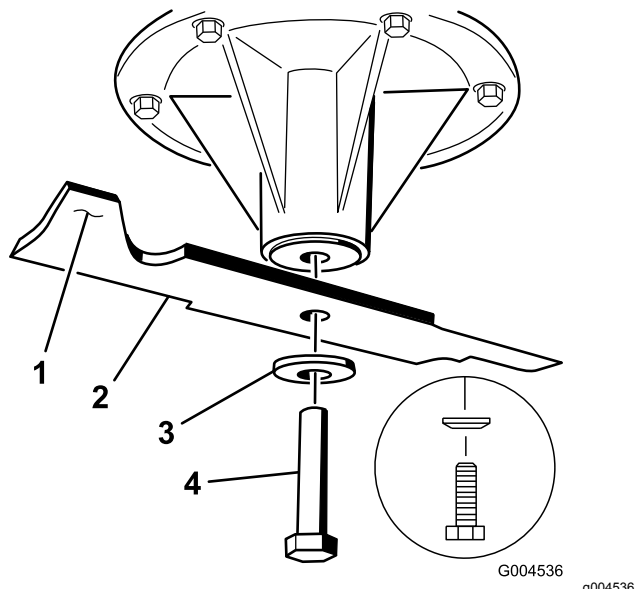

Figura 113
- Instale la cuchilla en el eje (Figura 113).
- Instale la arandela de muelle y el perno de la cuchilla (Figura 113).
Nota: El cono de la arandela elástica debe estar orientado hacia la cabeza del perno (Figura 113).